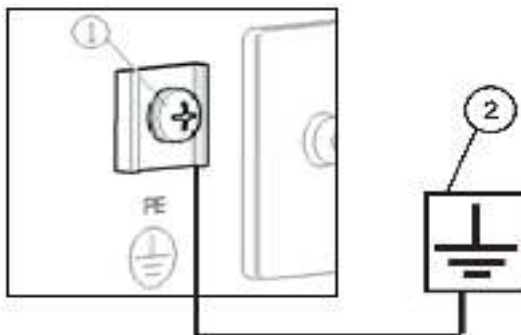

Рис. 11
Перед запуском электростанции заземлите ее для предотвращения поражения электрическим током. Для этого, с помощью электрокабеля сечением не менее 2,5 мм2, соедините клемму заземления (1) на панели генератора с внешним источником заземления (2) (Рис.11).